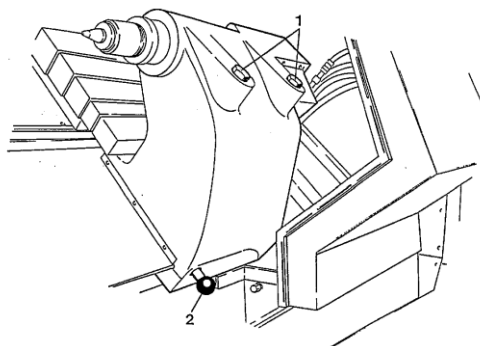

Figura 6 – Vista do contraponto
Desapertar os parafusos de fixação do contraponto (1) – ver figura 6.